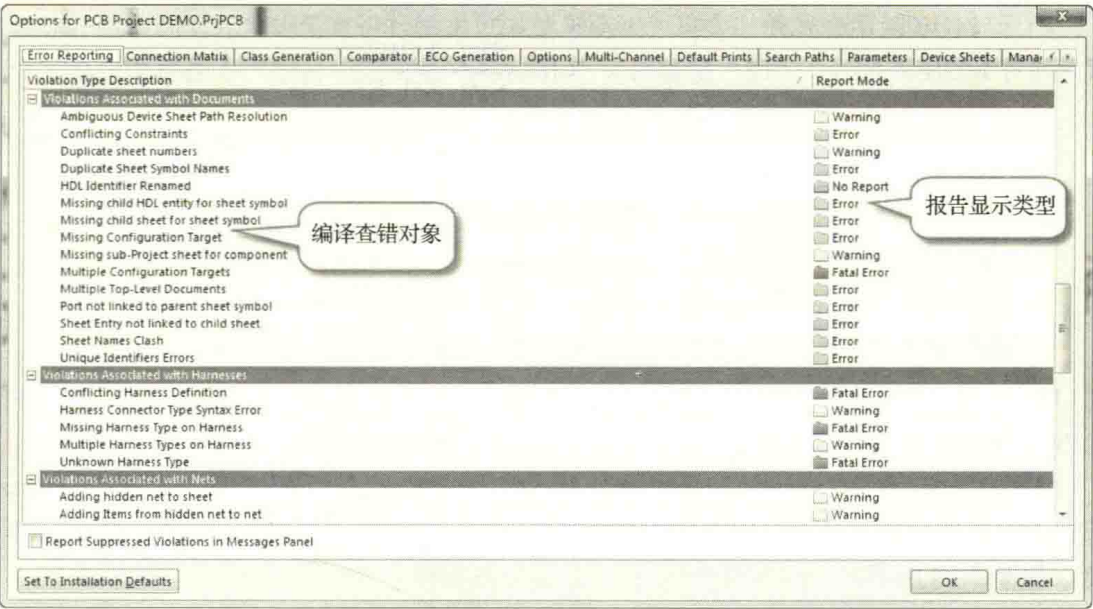

图 4-97 原理图编译参数设置
(1) 在工程文件上单击鼠标右键，选择执行“Project Options”命令，或者执行菜单命令“Project-Project Options”，单击“Error Reporting”选项卡，进入原理图编译参数设置窗口，如图 4-97 所示。